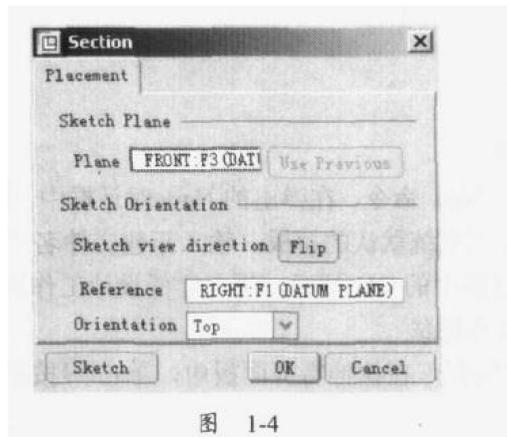

图 1-4
- (1) 进入零件设计模式, 单击菜单 **Insert**→**Extrude** 命令, 或直按单击拉伸工具按钮 。
- (2) 在弹出的拉伸特征面板中单击  按钮, 以建立曲面拉伸特征, 然后单击草绘截面按钮 。
- (3) 系统显示 Section 对话框, 如图 1-4 所示。该对话框中显示指定的草绘面、参考平面、视图方向等内容。